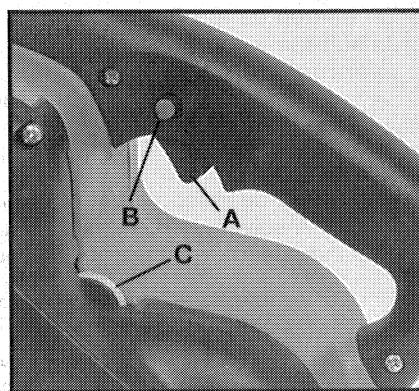

Fig. 2
2. Appuyez sur l'interrupteur à gâchette (A), Fig. 2, pour mettre le moteur en marche. Relâchez la gâchette pour arrêter le moteur.
3. BOUTON DE BLOCAGE – Le bouton de blocage (B) posé sur la machine a pour but de garder le moteur en marche tout en tenant l'interrupteur à gâchette à la position ON.
La vitesse se règle en tournant la molette, (C) Fig. 2. La position No. 1 de la molette assure la vitesse de marche la plus lente (850 SFM) et la position No. 6 la plus rapide (1300 SFM). On peut modifier la vitesse pendant que le moteur tourne ou pendant qu'il est à l'arrêt.